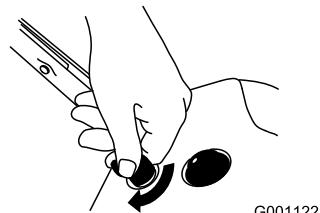

Figure 11
1. Tournez la clé dans le sens horaire en position Contact établi (Figure 11).